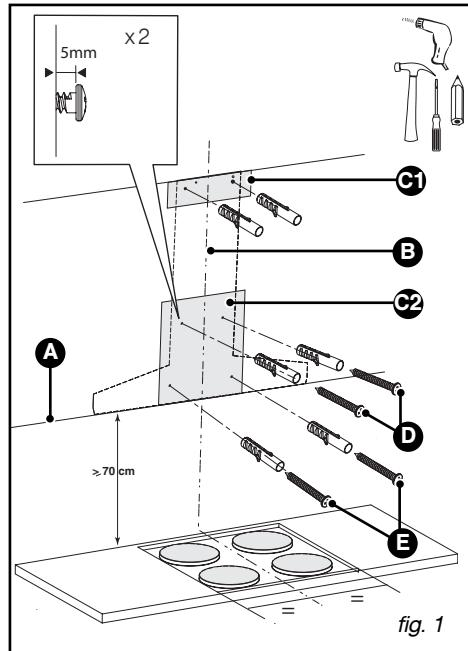

fig. 1
- Plaats mal C1 (fig.1) tegen de muur en tegen het plafond.
- Schroef de twee schroeven aan de bovenkant van de afzuigkap (D/fig.1) aan maar laat ze 5 mm uitsteken.